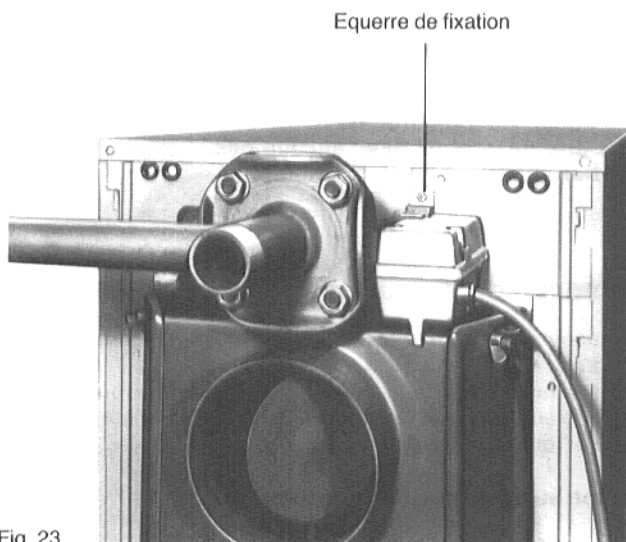

Fig. 23
- Introduire le thermostat des fumées dans le perçage, à gauche de la boîte à fumée (Fig. 23), le perçage est fermé par le constructeur au moyen d'un boulon à tête hexagonale (dévisser auparavant le boulon).